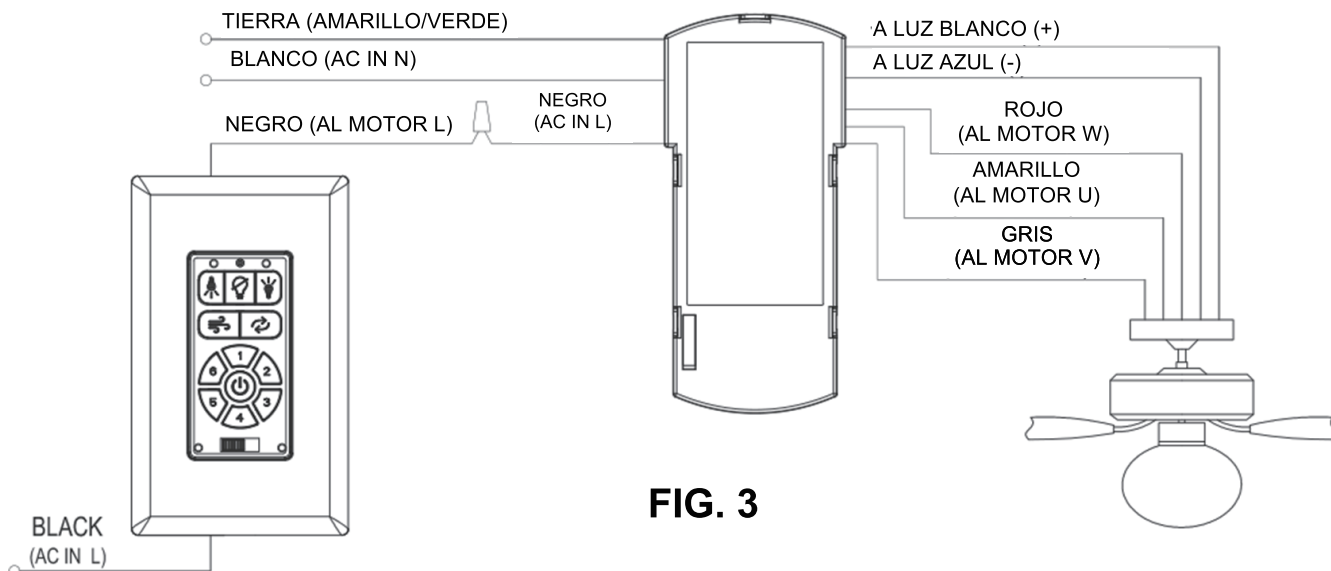

FIG. 3
Paso 2. Conecte el cable negro "Al motor" del transmisor al cable negro que va al ventilador / receptor. Conecte el cable de alimentación negro de la caja de salida al cable negro marcado como "AC IN L" en el transmisor **(Fig. 3)**.